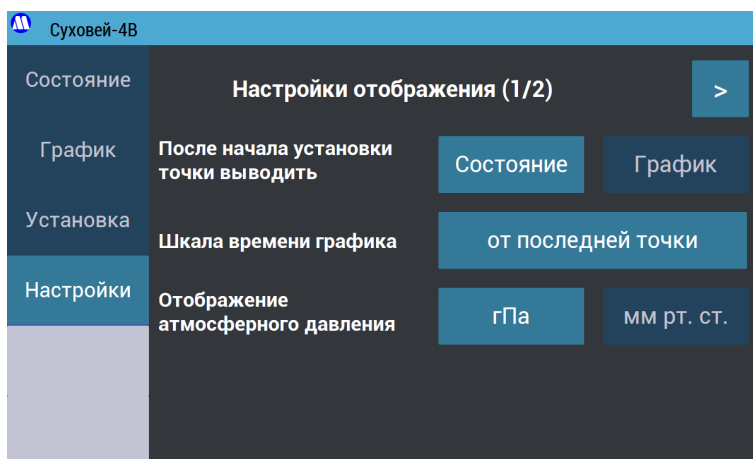

Рисунок 18 – Экран «Настройки отображения», страница 1.
7.2.11.1. Кнопка «**Настройки отображения**» открывает меню (Рисунок 18), в котором есть возможность выбора (первая страница):